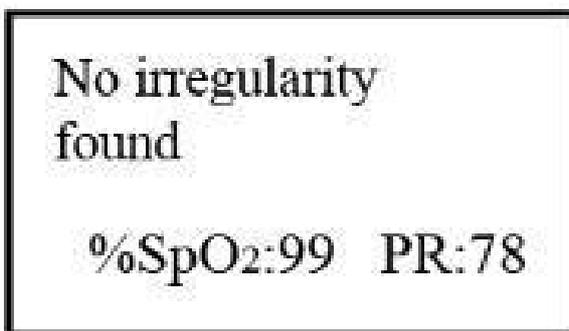

Figure 5E
- ✧ Lorsque la mesure se termine pour le mode de vérification ponctuelle, la SpO2 mesurée, la valeur PR et le résultat de l'analyse du rythme du pouls seront affichés à l'écran, comme indiqué sur la figure 5E.